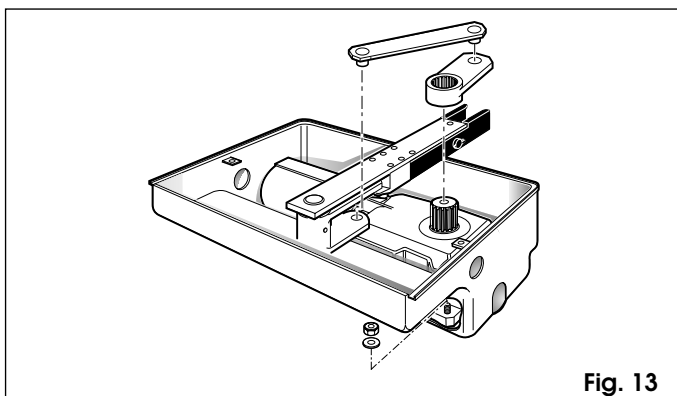

Fig. 13
- 2) Positionner l'opérateur sur les boulons du caisson portant et le fixer au moyen des écrous et rondelles fournis (fig. 13).
- 3) Fermer manuellement le vantail et monter l'ensemble bielle-manivelle comme indiqué fig. 13.